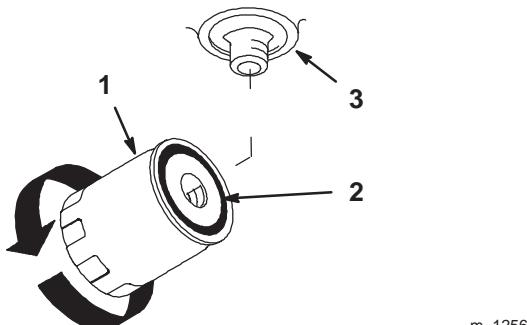

Figure 57
- Appliquez une fine couche de liquide hydraulique sur le joint en caoutchouc du filtre de rechange (Fig. 57).
- Remplissez le réservoir hydraulique jusqu'à ce que le liquide déborde du filtre. Tournez alors le filtre à huile dans le sens horaire jusqu'à ce que le joint en caoutchouc vienne toucher l'adaptateur du filtre. Serrez ensuite le filtre de 1/2 tour supplémentaire (Fig. 57).